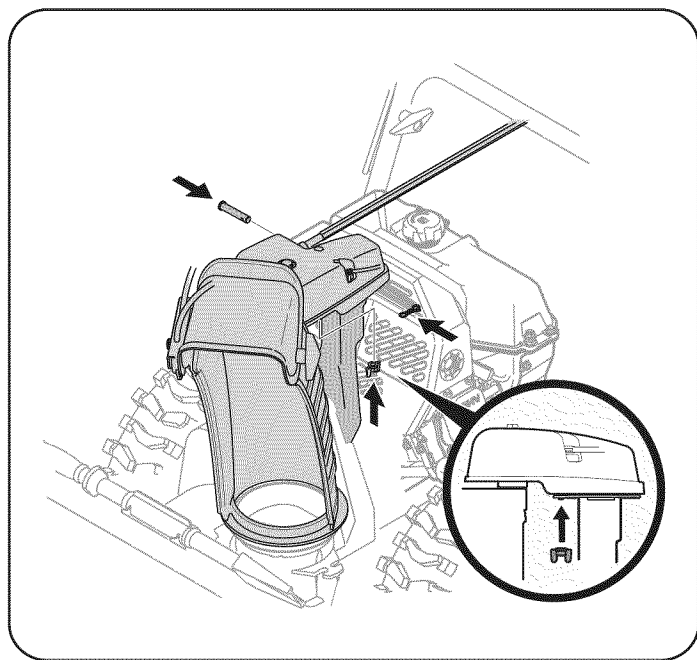

Figura 10
9. Termine asegurando el cabezal de control del canal a la ménsula de soporte del canal con la tuerca de mariposa y el pasador de horquilla y el pasador de chaveta con unión curva retirados en el Paso 2. Vea la Figura 10.